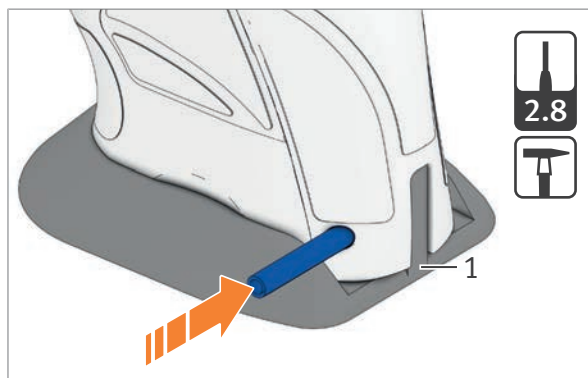

Abb. 31: Magazintrichter einsetzen
2. Magazintrichter in das Griffstück einsetzen (Abb. 31).
3. Spannstift für Griff Rücken eintreiben (Abb. 31).